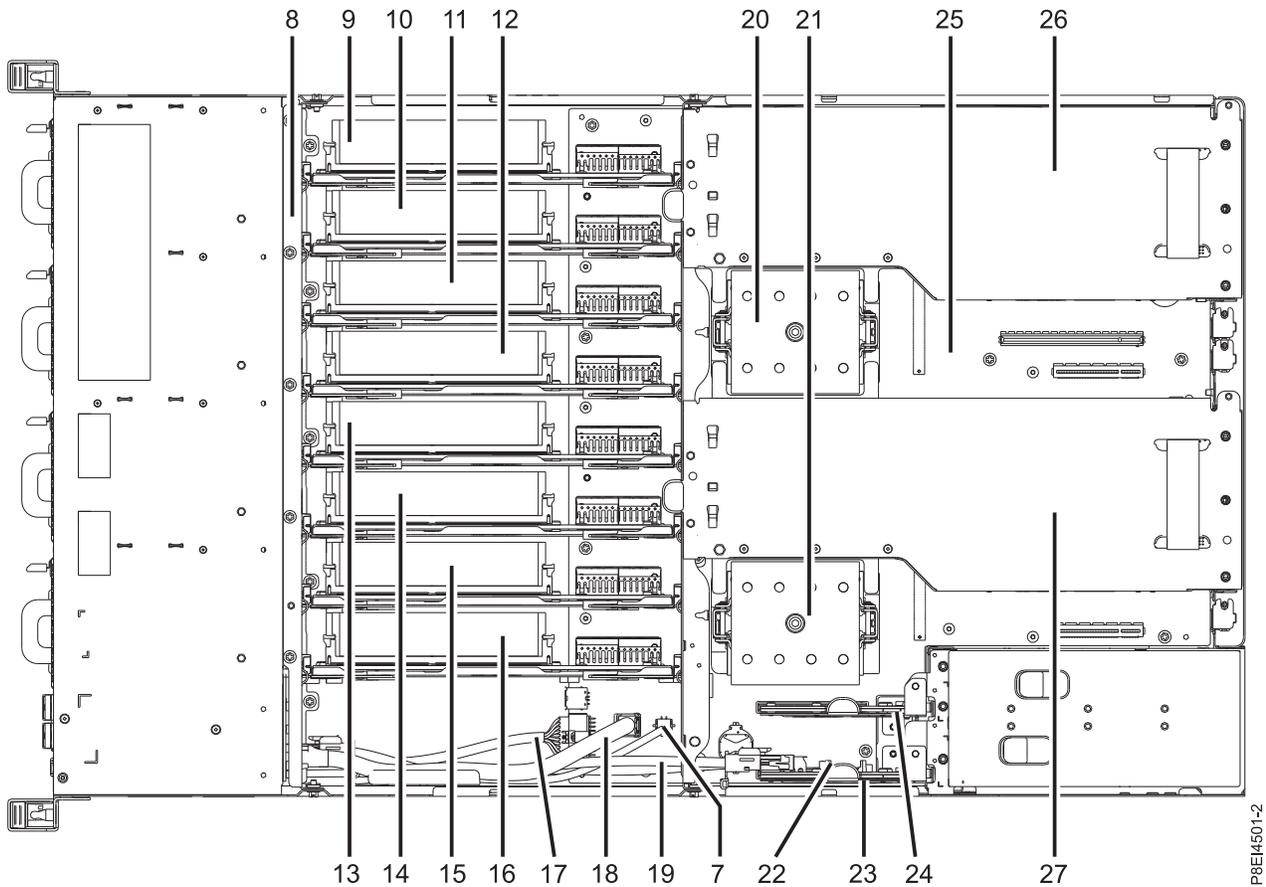
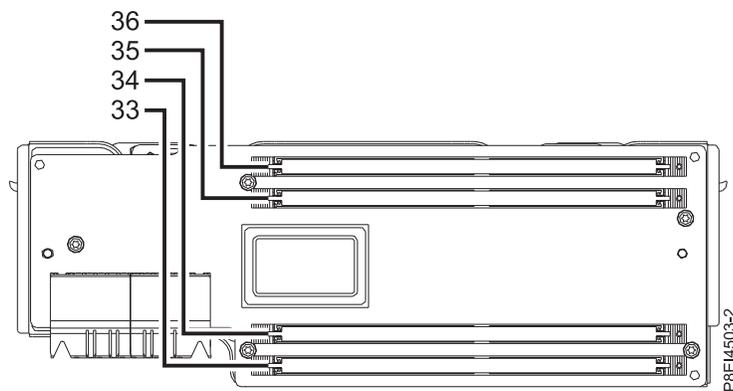

図 31. メモリー・ライザーの位置: 位置の 9 から 16
図 32. ライザー上のメモリー DIMM スロットの位置。位置 33 から 36
3. 障害のあるメモリー DIMM を収容するメモリー・ライザーを見つけます。36 ページの図 31 は 8335-GCA または 8335-GTA システム内のメモリー・ライザーの位置を示し、36 ページの図 32 はライザー上の DIMM スロットの位置を示しています。